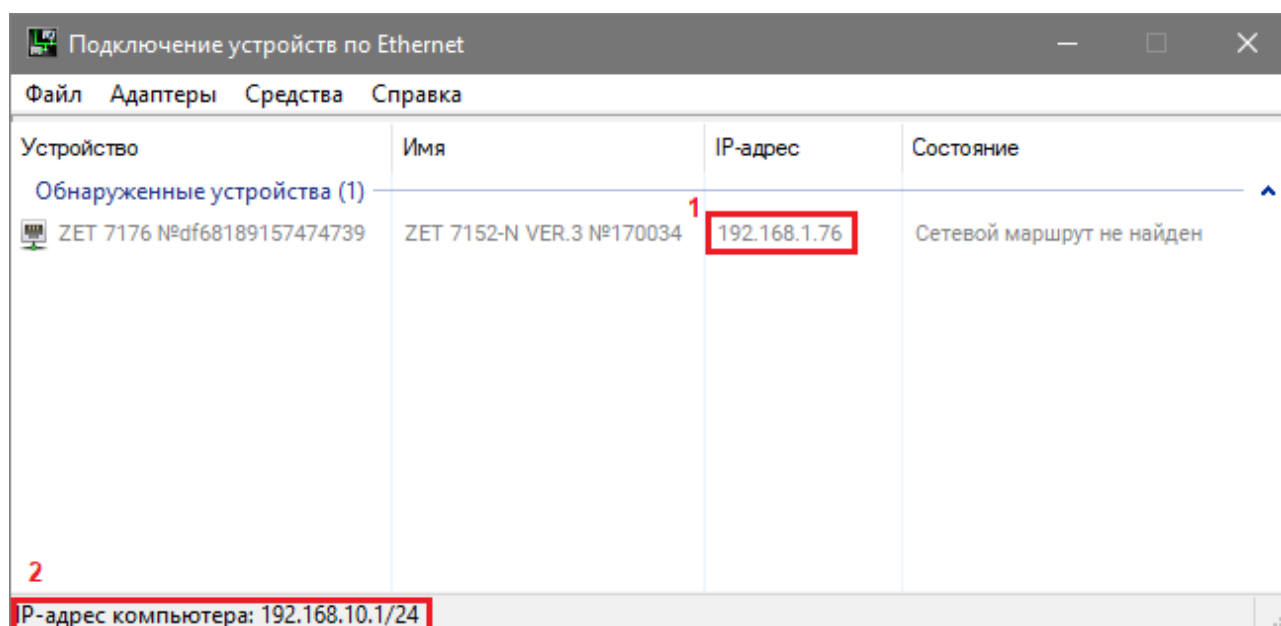

Рис. 4.1 Окно «Подключение устройств по Ethernet»
Для проверки IP-адреса виброметра на панели *ZETLAB* в меню «Сетевые программы» активируйте программу «Подключение устройств по Ethernet». В открывшемся окне программы «Подключение устройств по Ethernet» в столбце «IP-адрес» (1) указан сетевой адрес виброметра (Рис. 4.1). Сетевой адрес компьютера отображается в нижней части окна программы «Подключение устройств по Ethernet» (2).